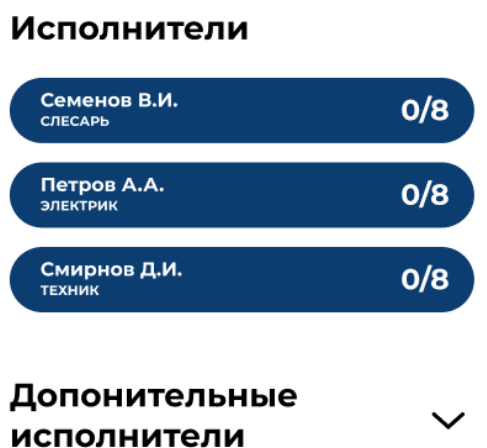

Рисунок 56 – Выбор исполнителя
- произвести поиск нужного исполнителя в правой части экрана (рисунок 56);